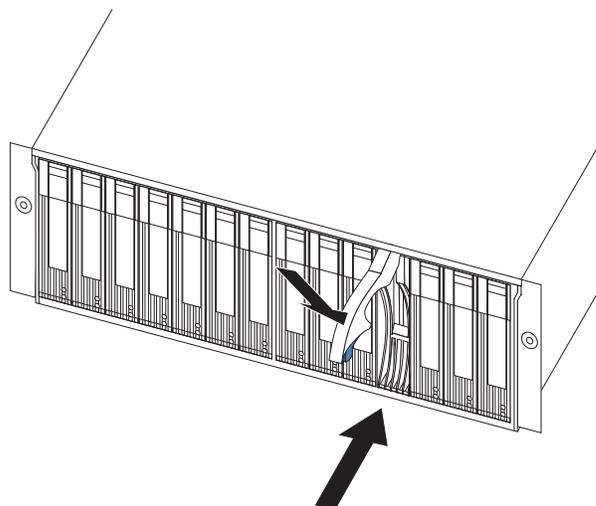

Figura 39. Fechando a Alça da Bandeja da Unidade de Disco Rígido de Troca a Quente
- b. Empurre a alça da bandeja para baixo na posição fechada (travada) conforme mostrado na Figura 39 na página 45.